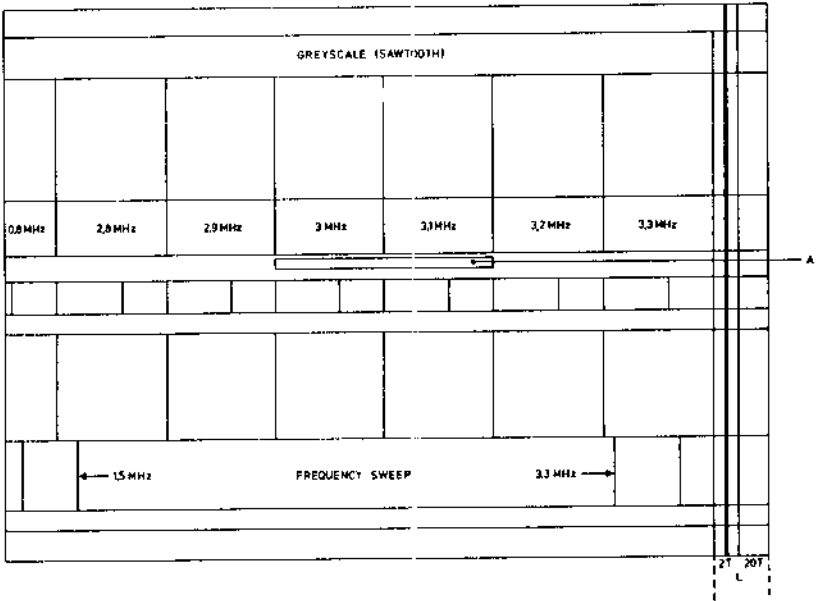

Fig. 2
- Testcassette 4822 397 30108 weergeven. (zie Fig. 2)
3309 instellen zodanig dat de storingen (grove ruis) in vlak A (zie Fig. 2) gedurende het drop-out testsignaal juist verdwijnen.
3309 instellen zodanig dat de storingen (grote ruis) in vlak A (zie Fig. 2) gedurende het drop-out testsignaal juist verdwijnen.